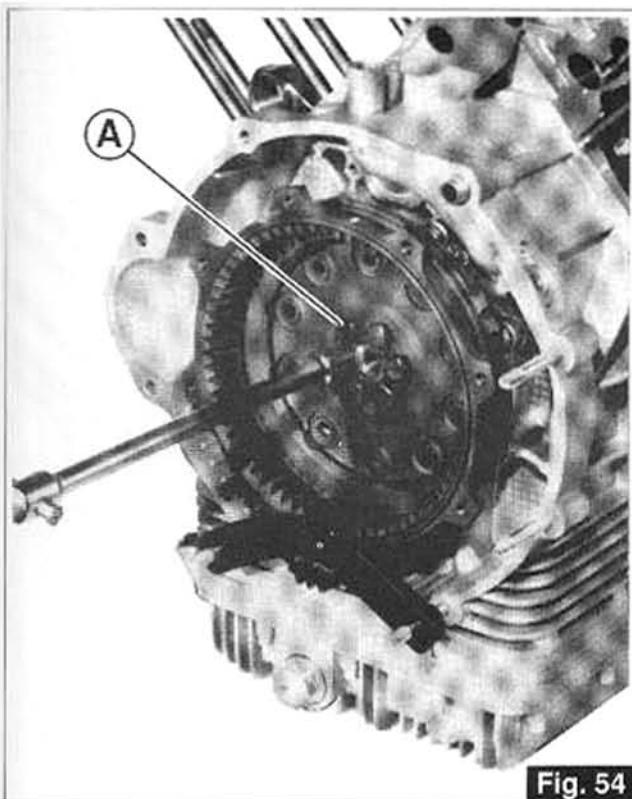

Fig. 54
- Desserrez les six vis «A» de fixation du volant au vilebrequin et démontez le volant (Fig. 54). Ces vis, en raison de la charge élevée et des sollicitations auxquelles elles sont soumises, devront être remplacées par des vis neuves lors du remontage successif; (appliquez du freinfillet Loctite sur les vis et bloquez-les à un couple de serrage de 4+4,2 Kgm).
- Die sechs Befestigungsschrauben «A» von der Motorwelle nehmen und das Schwungrad ausbauen (Abb. 54). Die genannten Schrauben müssen aufgrund ihrer hohen Anzugskraft und den Belastungen denen sie unterliegen, bei ihrer Wiedermontage durch neue Schrauben ersetzt werden (Loctite auf die Schrauben auftragen und bis auf den Anzugswert von Kgm 4+4,2 festziehen).